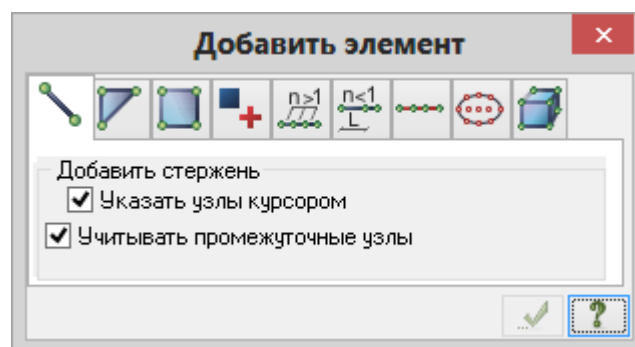

Рис.5.6. Диалоговое окно Добавить элемент
- Вызовите диалоговое окно **Добавить элемент** (рис.5.6) щелчком по кнопке  – **Добавить элемент** (панель **Создание** на вкладке **Создание и редактирование**).